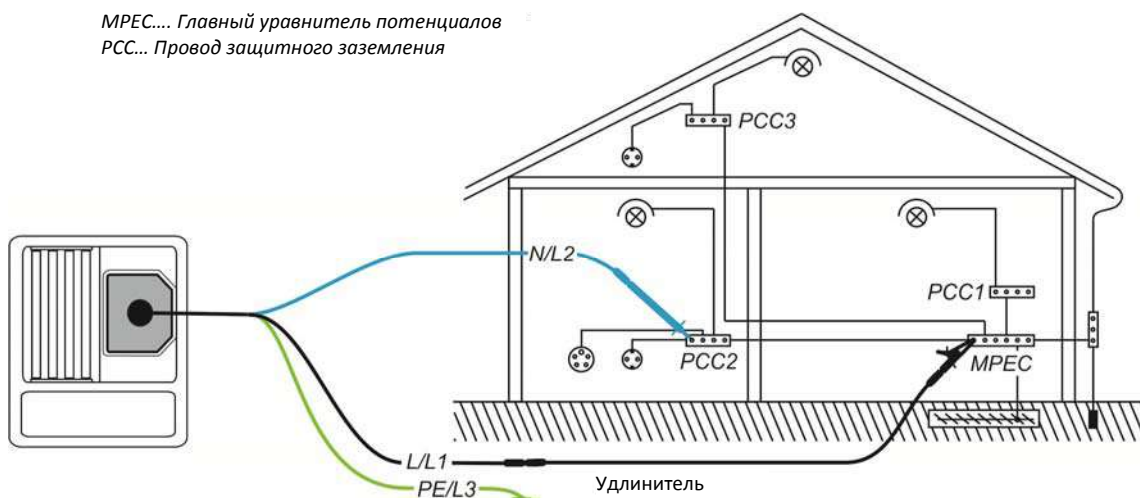

Рисунок 5.6: Подключение 3-проводного тестового кабеля плюс дополнительного удлинительного кабеля
- **Подсоедините** кабель для испытаний (испытательные выводы) к испытываемой РЕ проводке (см. рис. *Рисунок 5.6: Подключение 3-проводного тестового кабеля плюс дополнительного удлинительного кабеля*)